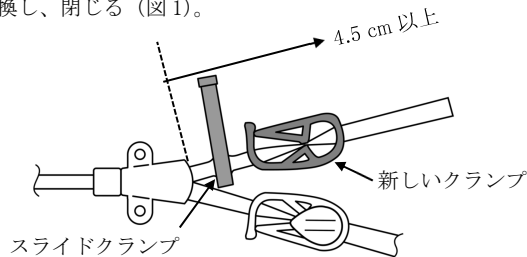

図 1
- (1) エクステンションチューブ全体を確認し、破損の有無を確認する。
- (2) 分岐部から、コネクタ及び破損したエクステンションチューブを切断した後に残る使用可能なエクステンションチューブの長さを測定し、残りのチューブの長さが 4.5cm 以上ある場合、修復を行うこと。
- (3) ドレープを用いて無菌操作にて、本品を開封する。
- (4) カテーテル分岐部と破損部の間をクランプする。
- (5) 消毒剤（ポビドンヨード溶液）を含ませたガーゼを用いてエクステンションチューブを清拭する。消毒剤を十分に乾燥させた後、カテーテルの清潔部分の下にドレープを敷く。
- (6) 損傷したエクステンションチューブからインジェクションキャップを取り外し、10 mL 以上のシリンジを使用して残存する液体を吸引する。
- (7) スライドクランプをカテーテル分岐部手前に取り付ける。
- (8) ハサミを用いて、エクステンションチューブの非損傷部分（ルーアーコネクタと反対側）をできるだけ残して垂直に切断する。
- (9) クランプを取り外し、新しいクランプ（静脈用又は動脈用）と交換し、閉じる（図 1）。